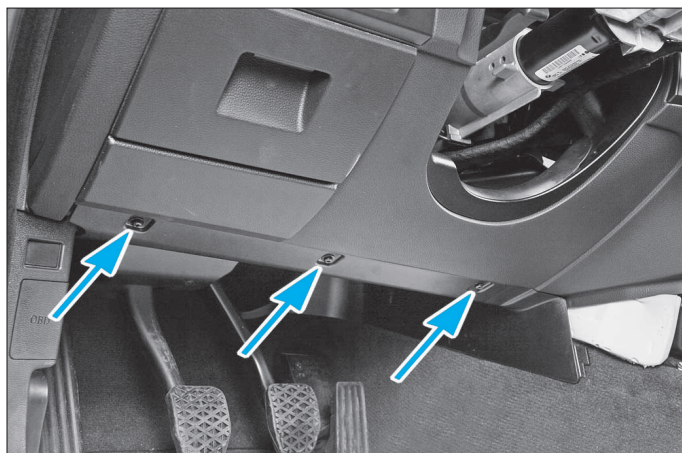

FIG. 13
• Déposer les 3 vis de fixation de la garniture de pédalier (Fig.13), débrancher les connecteurs et décrocher les faisceaux électriques attenants avant de déposer la garniture.